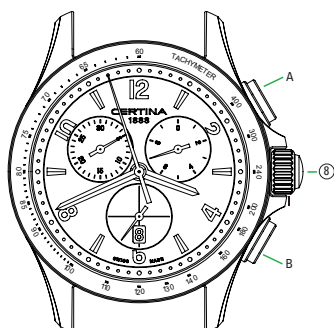

Fig. 1
**Lecture du temps 1 (selon Fig. 1)**